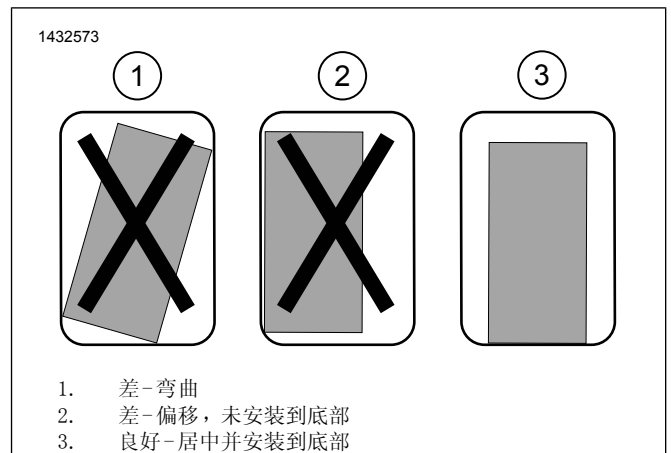

图11。安装架安装
- a. 参见图11。测试安装架组件是否合适。安装必须笔直、居中且尽可能靠近边箱的底部。
- c. 参见图11。测试最终位置是否合适，确保安装必须笔直、居中且尽可能靠近边箱的底部。